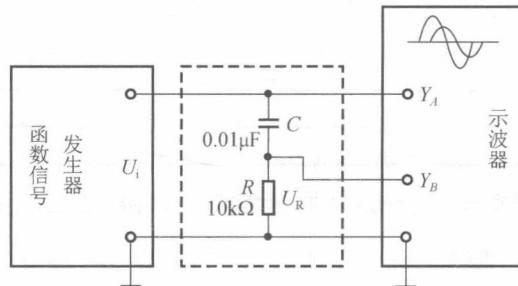

图 1.3 两波形间相位差的测量电路
(2) 用双踪示波器测量两波形之间的相位差。
① 按图 1.3 连接实验电路，将函数信号发生器的输出电压调至频率为 1kHz、幅值为 2V 的正弦波；经  $RC$  移相网络获得频率相同但相位不同的两路信号  $U_i$  和  $U_R$ ，分别加到双踪示波器的  $Y_A$  和  $Y_B$  的输入端。